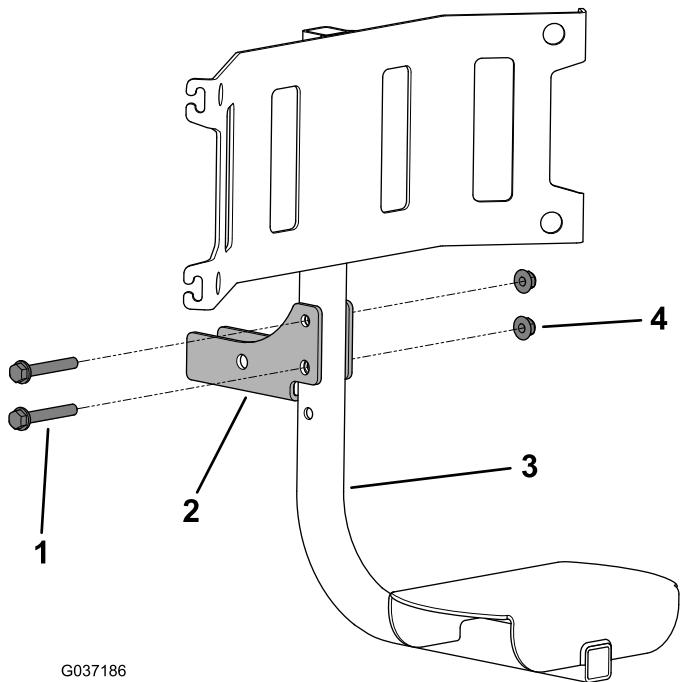

Bild 4
4. Befestigen Sie die Schwenkhalterung an der Befestigung der Mülleimer auf der gewünschten Höhe mit 2 Sechskantbundschauben (3/8" x -2-1/2") und 2 Bundmuttern (3/8") wie in Bild 4 dargestellt.